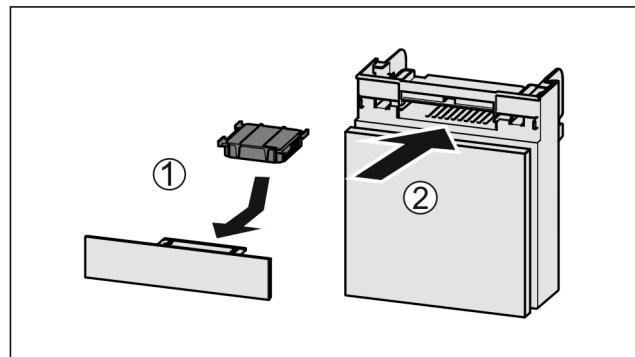

Fig. 84
- Aktivni ogleni filter vstavite Fig. 84 (1) skladno s prikazom na sliki.
- Predal potisnite noter Fig. 84 (2).